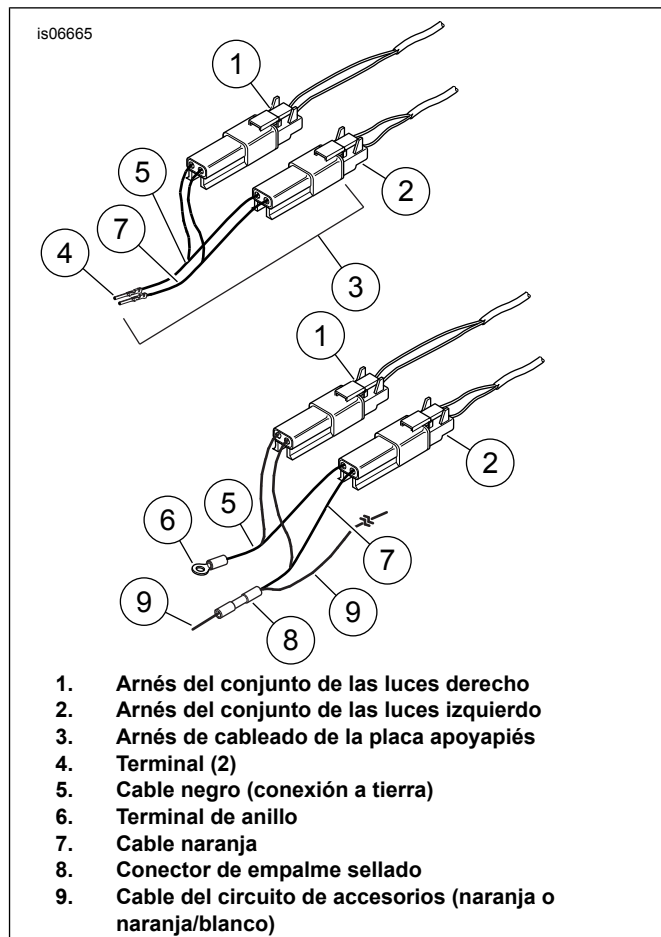

Figura 11. Conexiones eléctricas - Todos los modelos de 1993 y anteriores y modelos Softail de 2010 y anteriores
1. Vea Figura 11. Enchufe los arneses de cableado del conjunto de las luces derecha (1) e izquierda (2) en el arnés de cableado de la placa apoyapiés (3) proporcionado en el kit.
2. Corte el terminal existente de los cables negros (5) lo más cerca posible al conector. Pele una sección de aislamiento de 10 mm (3/8 in) del extremo de cada cable a empalmar, e instale un terminal de anillo (6) suministrado en el kit.
3. Conecte el terminal de anillo (6) a un espárrago de la conexión a tierra ubicado debajo del asiento.